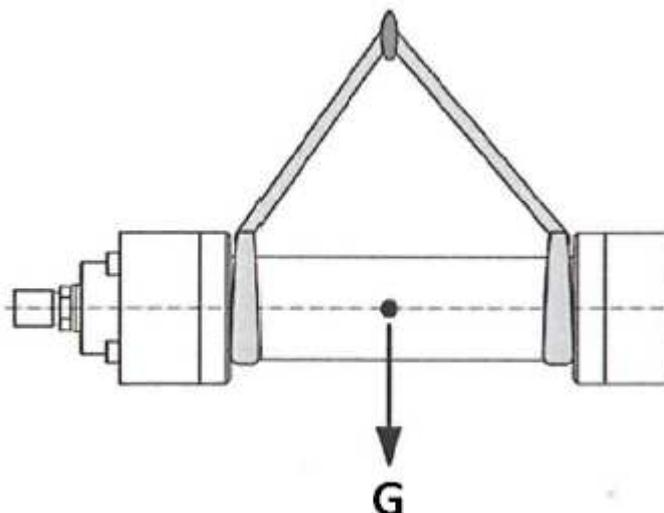

Fig. 8
- Fissare due cinghie di sollevamento di pari lunghezza, tramite la formazione di occhielli, a entrambe le estremità del tubo del cilindro idraulico (Fig. 8)
- Sollevare con cautela il carico per controllare la posizione del baricentro (G) e assicurarsi che tale posizione sia stabile